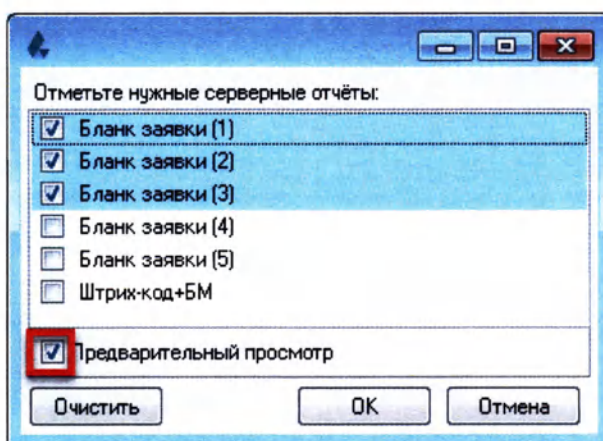

Рисунок 15.4
6. Для предварительного просмотра активируйте галкой поле «Предварительный просмотр» (Рисунок 15.4).